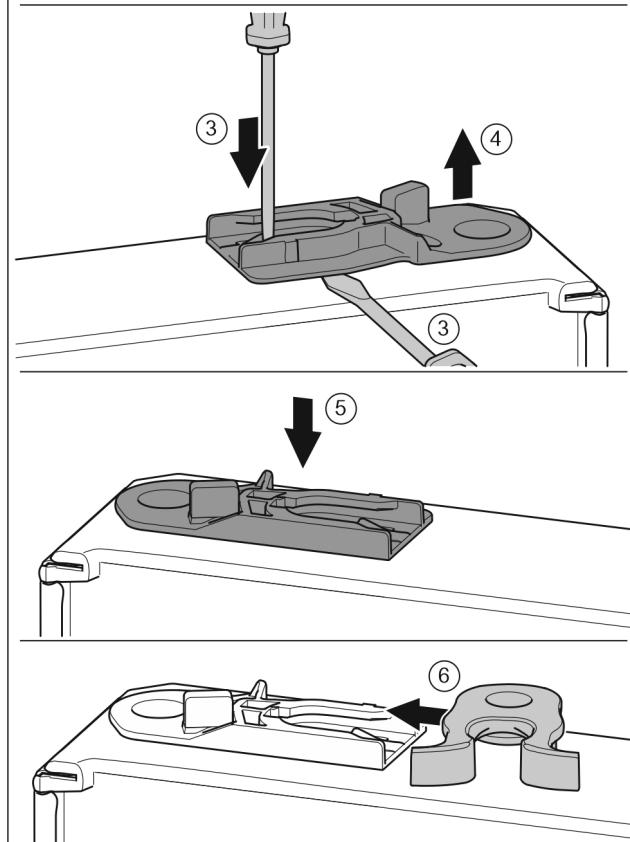

Fig. 17
- ▶ С плоска отвертка натиснете езичето надолу. Fig. 17 (1)
- ▶ Извадете затварящата кука от водача. Fig. 17 (2)
- ▶ Изваждане на направляващата втулка: С плоска отвертка натиснете езичето и едновременно с това вкарайте плоска отвертка под направляващата втулка. Fig. 17 (3, 4)
- ▶ Вкарайте приложената към доставката направляваща втулка от другата страна на корпуса. Fig. 17 (5)
- ▶ Вкарайте затварящата кука във водача. Fig. 17 (6)